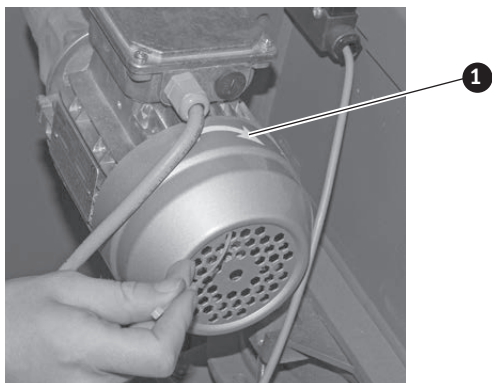

Fig. 265 Controllo del senso di rotazione mediante fascetta per cavi nella ventola
- ▶ Una volta effettuato il collegamento, tutti i motori RAS devono essere sottoposti al controllo del senso di rotazione. Sui motori è incollata una freccia che indica il senso di rotazione. Il modo più semplice per controllare il senso di rotazione è inserire leggermente una fascetta per cavi nella ventola – Fig. 265. I motori possono essere accesi e spenti nel Test elementi – vedere il manuale d'uso PuroWIN InfoWIN Touch.